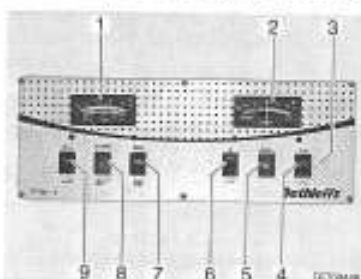

Fig. 113 Panneau de contrôle IT 992
Observer sur l'indicateur de charge/de niveau de réservoir (Fig. 113,1), la graduation supérieure. L'indicateur s'éclaire automatiquement dès qu'un commutateur est actionné.
- Commutateur à bascule (Fig. 113,9) vers le haut "12V" : La tension de la batterie de démarrage est affichée.
- Commutateur à bascule (Fig. 113,9) vers le bas "6V" : La tension de la batterie de cellule est affichée.
Observer sur l'indicateur de charge/de niveau de réservoir (Fig. 113,1) la graduation inférieure. L'indicateur s'éclaire automatiquement dès qu'un commutateur est actionné.
- Commutateur à bascule (Fig. 113,7) vers le haut  : Le niveau du réservoir d'eau est affiché.
- Commutateur à bascule (Fig. 113,7) vers le bas  : Le niveau du réservoir d'eaux usées est affiché.
Le voyant d'alerte rouge ALARME (Fig. 113,8) clignote dès que la charge de la batterie de cellule descend en dessous de 11 V (mesurée en marche) et qu'il y a risque de décharge profonde des batteries.
Cet indicateur (Fig. 113,2) permet de visualiser en permanence le flux de courant actuel de la batterie. L'indicateur s'éclaire automatiquement dès qu'un commutateur est actionné.
L'interrupteur principal 12 V (Fig. 113,4) établit ou coupe le panneau de contrôle et l'alimentation 12 V de la cellule.
- Commutateur à bascule (Fig. 113,4) vers le haut "☐—○—" : L'alimentation 12 V de la cellule est assurée. Le voyant de contrôle (Fig. 113,3) s'allume en vert.
- Commutateur à bascule (Fig. 113,4) vers le bas "—○—☐—" : L'alimentation 12 V de la cellule est coupée. Le voyant de contrôle (Fig. 113,3) s'éteint.
Le voyant de contrôle 12 V (Fig. 113,3) s'allume dès que l'interrupteur principal 12 V (Fig. 113,4) est enclenché.
Le voyant de contrôle jaune 230 V (Fig. 113,5) s'allume si l'arrivée du bloc électrique est sous tension de réseau.
Mise en marche : ■ Commutateur à bascule (Fig. 113,6) vers le haut : La pompe à eau est mise en marche.
Mise hors service : ■ Commutateur à bascule (Fig. 113,6) vers le bas "↙" : La pompe à eau est désactivée.